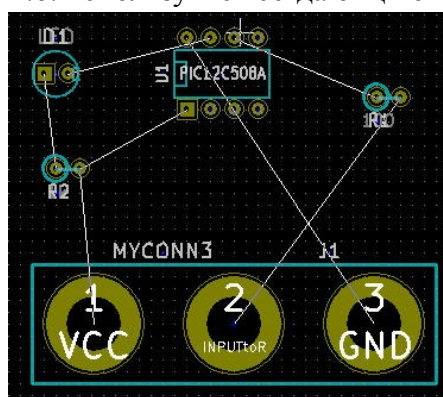

Рисунок 17 Размещение модулей
9. Вы можете передвинуть каждый компонент, зависнув над ним курсором и нажав клавишу **g**. Кликните там, где бы вы хотели его разместить. Передвиньте все компоненты так, чтобы минимизировать число пересечений соединений (Рисунок 17).